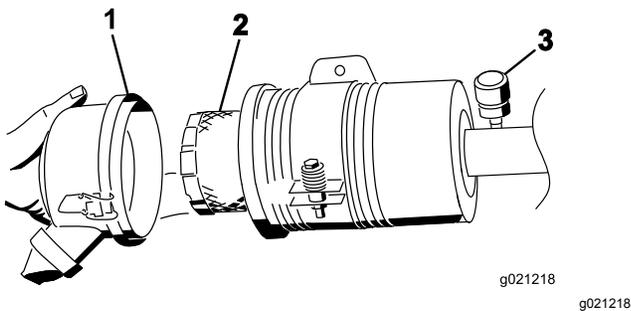

Рисунок 84
5. Снимите и замените фильтр (Рисунок 84).